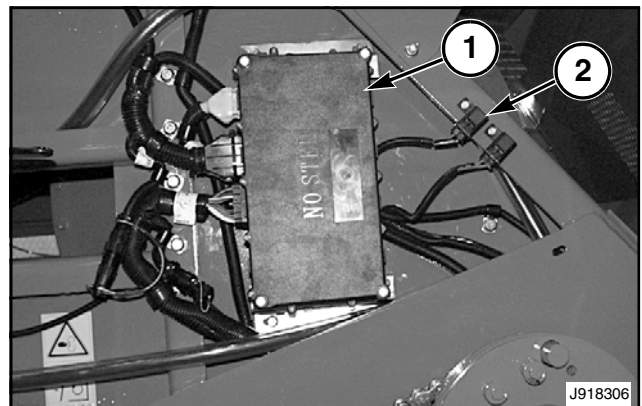

FIG. 10
FIG. 10: Der er tilsluttet en CAN impedansmodstand til SBC'en (Kontrolenhed til retvinklede baller) (1) og til monitoren. Disse to CAN impedansmodstande sørger for korrekt kommunikation mellem SBC'en og monitoren.